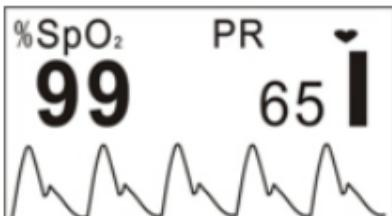
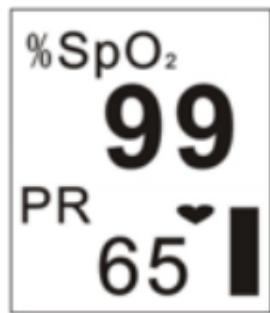
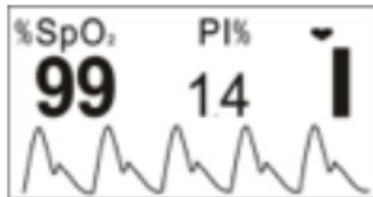
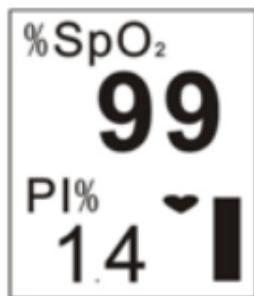

Figura 4
Figura 5
Figura 6
Figura 7
4. Posteriormente entrar en la ventana de visualización de los datos (como se muestra en la Figura 4). El usuario puede leer los valores y visualizar la forma de onda desde la pantalla de visualización.
5. Cuando el display se muestra como en la Figura 4, presionar la tecla Display para cambiar la ventana de visualización
- Presionar una vez la tecla Display, la pantalla del display (como se muestra en la Figura 4) se girará a 180°.
- Presionar dos veces la tecla Display, la pantalla del display cambiará como se muestra en la Figura 5.
- Presionar la tecla Display tres veces, la pantalla del display (como se muestra en la Figura 5) se girará a 180°.
- Presionar la tecla Display cuatro veces, la pantalla volverá a la pantalla como se muestra en la Figura 4.
- Presionar la tecla del display de modo circular, la pantalla del display será conmutada entre las dos ventanas (como se muestra en la Figura 4 y en la Figura 5) y la cuatro direcciones se visualizarán alternativamente.
6. Presionar prolongadamente la Tecla Display (aproximadamente 2 segundos), se visualizará la pantalla como se muestra en la Figura 6. Las diferencias entre la Figura 6 y la Figura 4 son las siguientes:
- En la Figura 4 la SpO2 y la frecuencia cardíaca se supervisan y se visualizan en la pantalla.
- En la Figura 6, la SpO2 y el índice de perfusión se supervisan y se visualizan en la pantalla.
7. Cuando en la pantalla se visualiza lo que se muestra en la Figura 6, presionar la tecla Display de forma circular, la pantalla del display se conmutará entre las dos ventanas (como se muestra en la Figura 6 y en la Figura 7) y la cuatro direcciones se visualizarán alternativamente.
8. La ventana de visualización (como se muestra en la Figura 6 o en la Figura 7) volverá a la pantalla como se muestra en la Figura 4 o en la Figura 5 si no se realiza la operación dentro de 10 segundos.